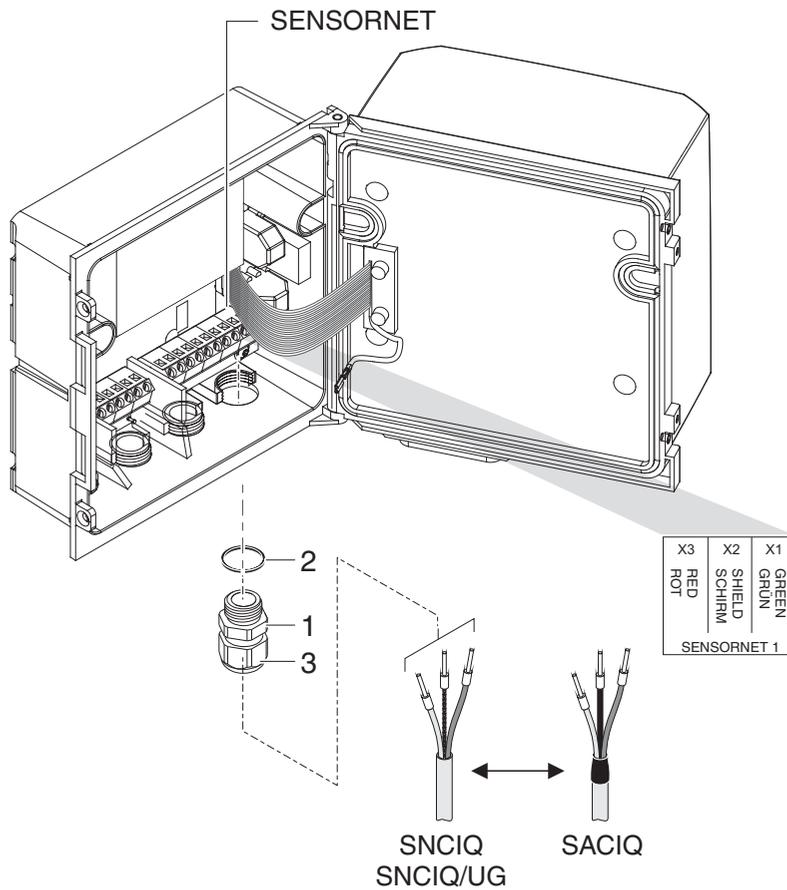

Fig. 3-3 Collegamento del cavo (esempio DIQ/S 28XCR3)
- 2 Avvitare il pressacavo (n. 029 212, pos. 1 in Fig. 3-3) con la guarnizione (pos. 2) nell'alloggiamento alla posizione di installazione per il collegamento di SENSORNET (vedere l'etichetta sulla parte inferiore dell'alloggiamento)
- 3 Allentare il dado (pos. 3, Fig. 3-3).
- 6 Stringere il dado (pos. 3, Fig. 3-3).